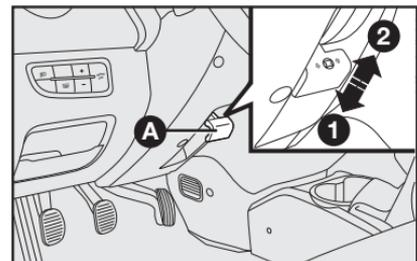

fig. 13
VOLANTE - fig. 13
- 1) Desplace la palanca **A**-fig. 13 hasta la posición **2**-fig. 13.
- 3) Vuelva a poner la palanca en la posición **1**-fig. 13 para trabar nuevamente el volante.